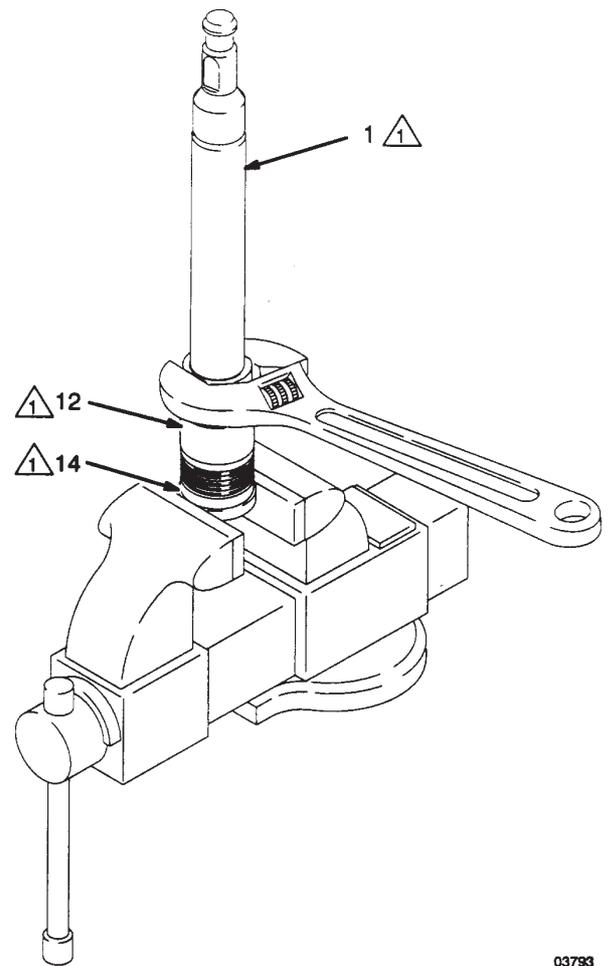

Fig. 7
7. Con una torcia ispezionare l'interno del cilindro (11) per verificare che le superfici non presentino rigature o usura. Togliere gli O-ring (10) dal cilindro.
8. Collocare le parti piatte dell'alloggiamento della sede dello stantuffo (14) in una morsa, come indicato in fig. 7. Con una chiave inglese svitare l'alloggiamento della sfera dello stantuffo (12) dall'alloggiamento della sede dello stantuffo. Attenzione a prendere al volo la sfera (13) quando si scollega l'alloggiamento della sede dello stantuffo dall'alloggiamento della sfera, per evitare che cada, danneggiandosi.
3. Collocare le parti piatte dell'alloggiamento della sede dello stantuffo (14) in una morsa. Collocare la sfera (13*) sulla sede dello stantuffo (E). Avvitare l'alloggiamento della sfera dello stantuffo (12) sull'alloggiamento della sede dello stantuffo stringendo a mano, quindi serrare a 386–407 N.m. Cfr. fig. 7.